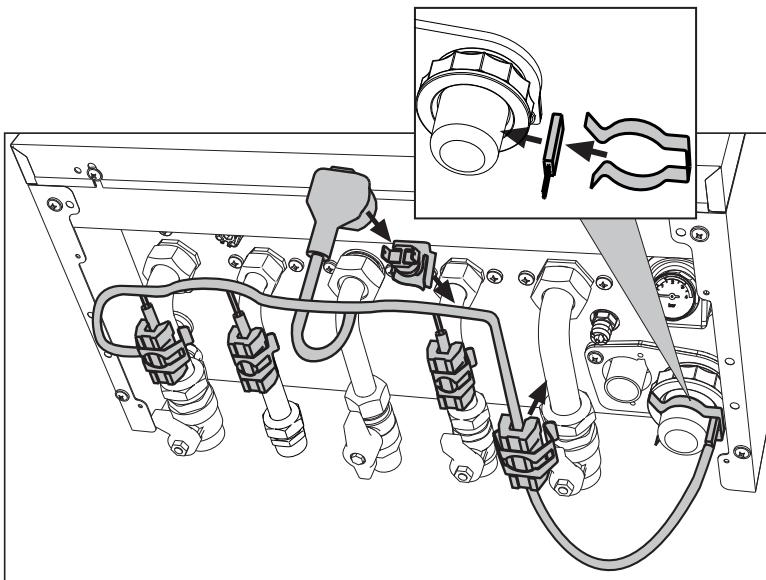

fig. 49- Kit antihielo
En caso de instalación en el exterior, en un lugar parcialmente resguardado para temperaturas inferiores a -5 °C y hasta -15 °C, se debe instalar el kit antihielo para proteger el circuito. Conecte el kit a la tarjeta electrónica mediante la conexión indicada en el esquema eléctrico de fig. 81 (288) y coloque el termostato y los calentadores en los tubos de la manera ilustrada en fig. 49 y en las instrucciones adjuntas al kit.